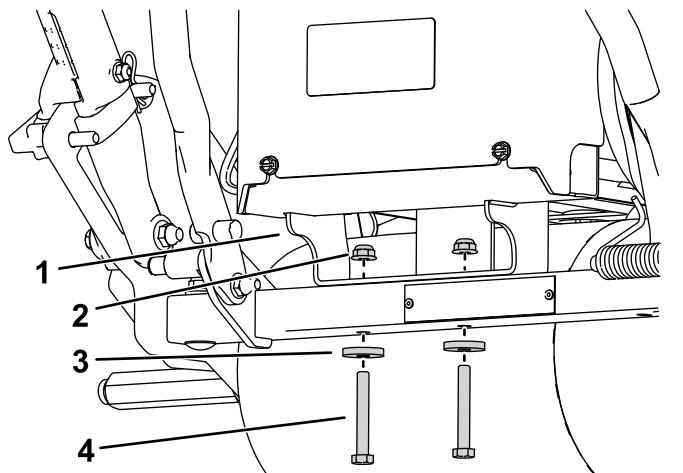

Figura 5
5. Remova as duas porcas, anilhas e parafusos que prendem o suporte central de potência à traseira da máquina e remova-o (Figura 5).